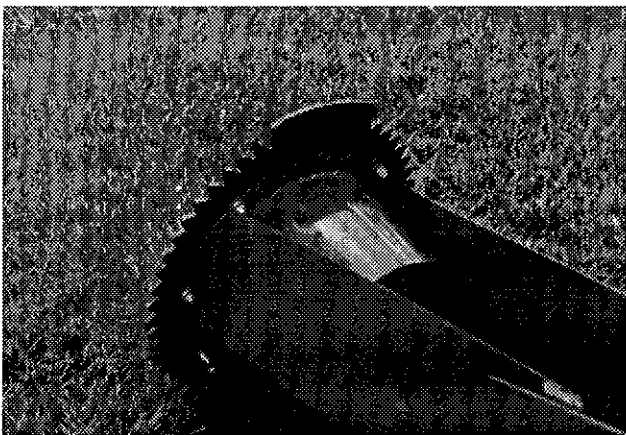

Figure 28
- 1) Boulonner la roue d'engrenage à 47 dents sur la chute de façon à ce que la partie non dentelée soit du côté ouvert de la chute (Fig. 28).